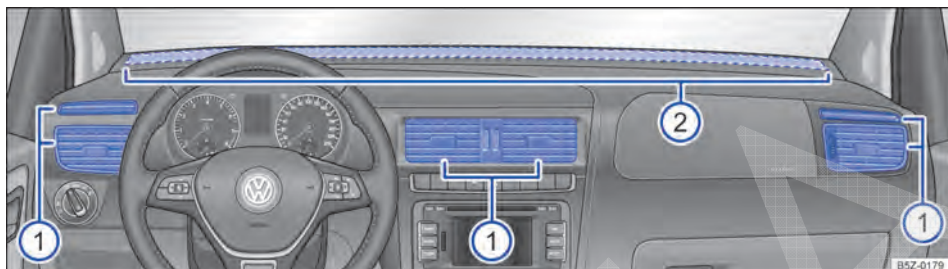

Fig. 124 No painel de instrumentos: difusores de ar.
Para que uma potência de aquecimento, uma refrigeração e uma entrada de ar suficientes sejam atingidas no interior do veículo, nunca fechar os difusores de ar completamente → Fig. 124 ①.
- Para abrir os difusores de ar ①, pressionar na parte superior do difusor de ar.
Há outros difusores de ar, não reguláveis. Encontram-se no meio do painel de instrumentos → Fig. 124 ②, nas áreas para os pés e na parte traseira do interior do veículo.